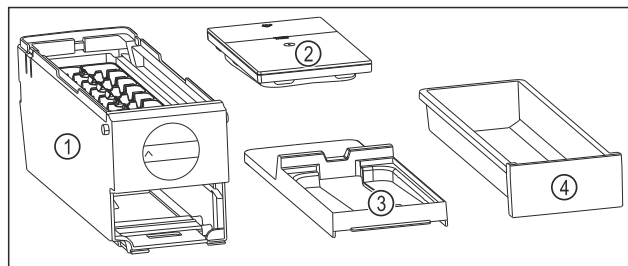

Fig. 132 Beståndsdelar i EasyTwist-Ice
- ▷ EasyTwist-Ice är delad i fyra delar. (se Fig. 132)
- ▶ Ta endast isär EasyTwist-Ice i de avbildade beståndsdelarna. (se Fig. 132)
- ▶ Rengör EasyTwist-Ice-enheten Fig. 132 (1) i sin helhet.